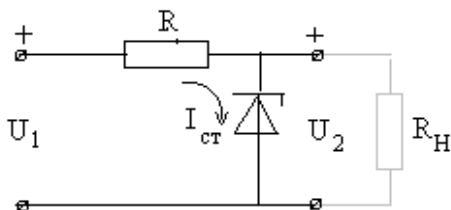

Рис. 2.4.
Схему стабілізатора напруги зі стабілітроном зображено на рис.2.4. Вона є подільником входної напруги U_1 , яку вважатимемо складеної з постійної (режимної) напруги U_{10} і деякого невеликого приросту ΔU_1 . Відповідно і вихідну напругу і струм
7. За рахунок яких особливостей вольтамперної характеристики стабілітрона відбувається стабілізація напруги в схемі, зображеній на рис.2.4 ?
8. Як впливав на коефіцієнт стабілізації величина навантажувального опору R_H , зображеного на рис. 2.4 пунктиром?
1. Для стабілізатора, зображеного на рис.2.4 знайдіть значення опору R та коефіцієнта стабілізації при $U_1 = 18$ В та $U_2 = 10$ В. Параметри стабілітрона: $U_{CT} = 10$ В, $I_{\min} = 3$ мА, $I_{\max} = 23$ мА, $r_{df} = 15$ Ом.